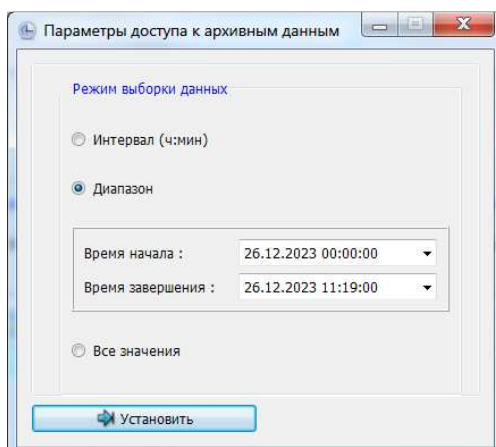

Рис. 3.23.50 – Установка режима выборки «Диапазон»
- «Диапазон» – устанавливается от времени начала (дата, время) до времени завершения (дата, время) (рис. 3.23.50);